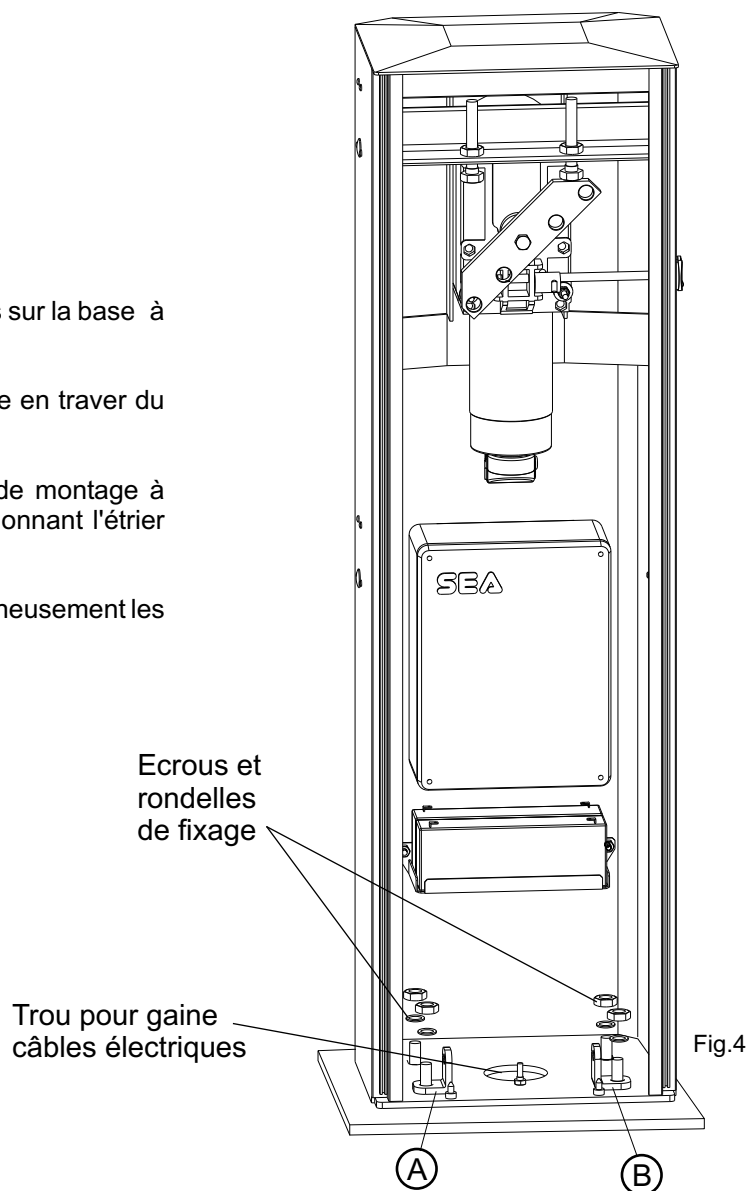

Fig. 4
- Insérer l'étriers d'ancrage du ressort: A en cas de montage à gauche, B en cas de montage à droite; en positionnant l'étrier toujours vers l'intérieur comme dans Fig 4.